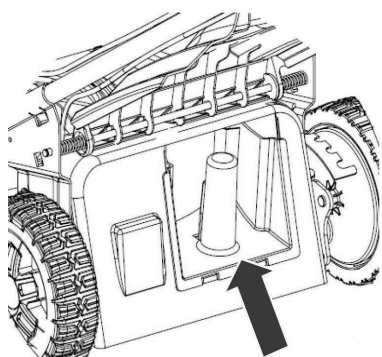

Рис. 14
- Усталюйце заглушку для мульчыравання і зачыніце задняе выпускное паркыццё (Рис. 14).